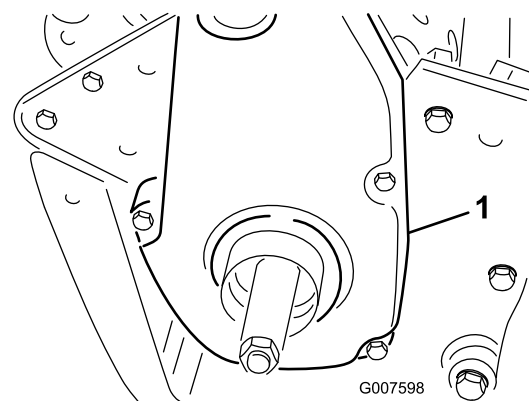

Figura 47
6. Retire la cubierta de la correa trasera del lado derecho de la máquina (Figura 47).